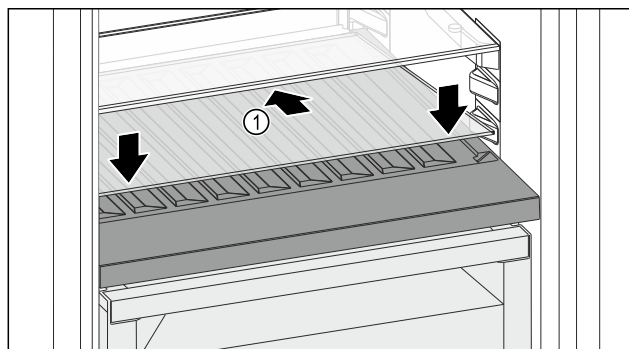

Fig. 82
- ▶ 向后下方倾斜放置玻璃隔板 Fig. 82 (1)。
- ▶ 放低玻璃隔板 Fig. 82 (1) 前部。